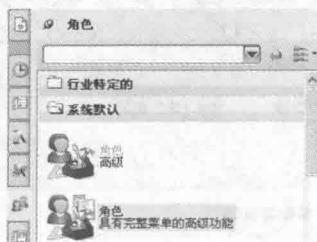

图 1-9 角色
4) 角色：UG NX 软件可以定义使用者的角色，不同角色对应的工具栏、菜单栏中显示的命令、功能数量有所不同，如图 1-9 所示。设计者通常应该选择“具有完整菜单的高级功